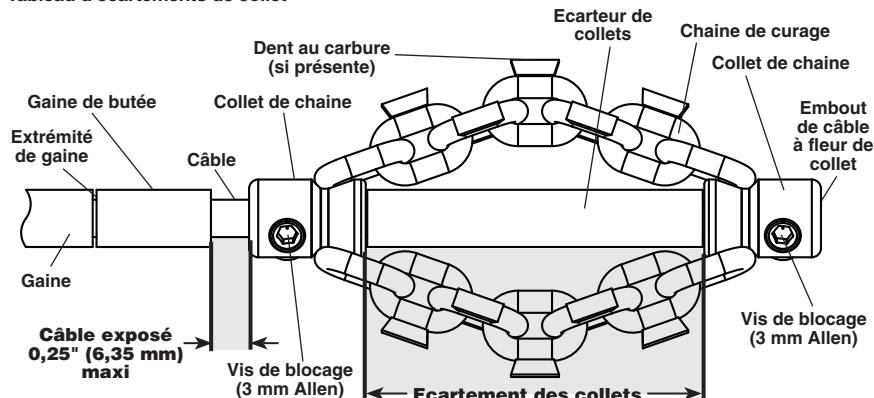

Figure 7 – Montage et réglage des chaînes de curage
2. La Figure 7 est un schéma du montage et réglage appropriés de la chaîne de curage. Cela nécessite deux opérations particulières.
7. Montez à blanc la chaîne de curage, sa gaine de butée et son écarteur de collets sur le câble comme indiqué à la Figure 7. Les maillons de chaîne doivent être alignés. Ne jamais monter de chaîne dont les maillons sont désalignés. Assurez-vous que l'embout de câble se trouve à fleur du collet de chaîne afin de limiter son usure prématûre.
8. Une fois la chaîne de curage correctement montée sur le câble comme indiqué à la Figure 7, serrez les vis de blocage des collets à l'aide de la clé Allen fournie. A défaut d'un serrage suffisant des vis de blocage, la chaîne de curage risquerait de glisser et endommager le câble, voire s'échapper dans la conduite.